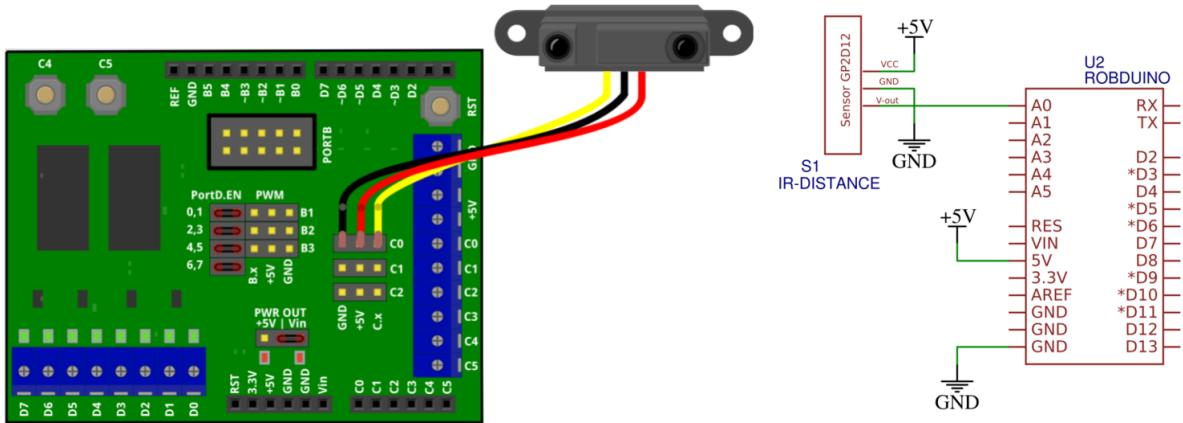

Figure 2.10: Priključitev IR senzorja razdalje.
- IR senzor razdalje priključite na tri-pinski priključek kot je prikazano na fig. 2.10.